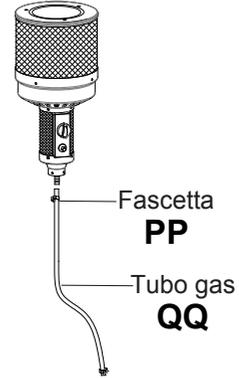

Fig. 6
6. Nella parte superiore del bruciatore D posizionare 3 ranelle GG in corrispondenza dei fori filettati ed avvitare i 3 distanziatori FF come in fig.6.